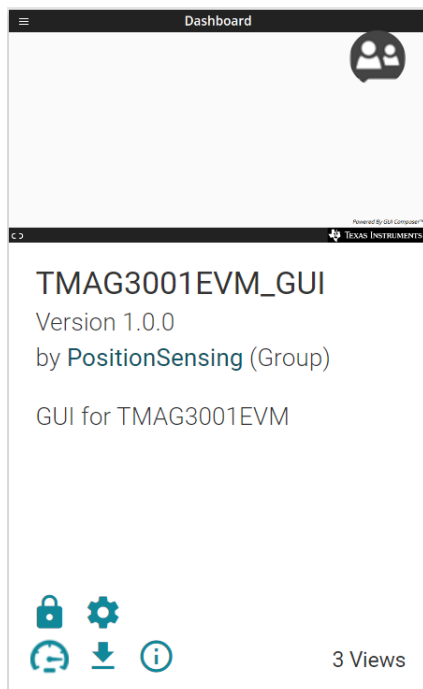

图 3-5. GUI Composer 应用程序窗口
3. 单击图 3-5 中所示的 GUI Composer 应用窗口，从网络浏览器启动 GUI。
4. 单击图 3-5 中所示的 *GUI Composer* 窗口中的  图标，离线下载 GUI (可选)。